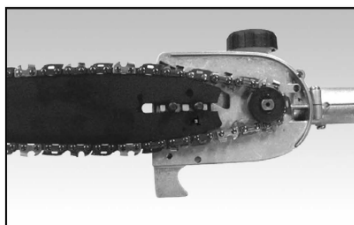
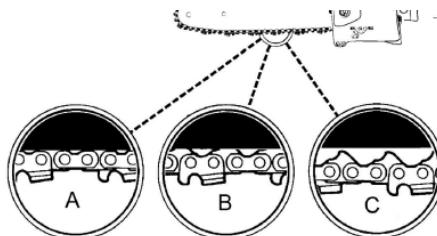

Fig. 3C
Fig. 3D
4. Ajuste el tornillo de ajuste de tensión para permitir la inserción de la barra (Fig. 3C). Asegúrese de que siga la ranura de la barra guía y ajuste el tornillo de ajuste de tensión (Fig. 3D) para que la cadena quede apretada.